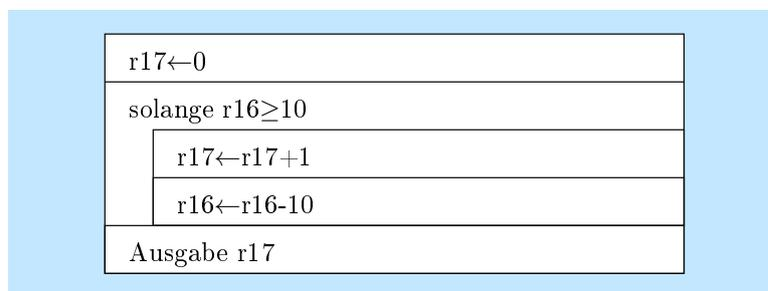

Abbildung 2: Division durch Subtraktion
1.9.4.2 Division beim AVR Leider hat der AVR keinen Divisionsbefehl (Multiplizieren kann er aber). Deshalb führt man die Division auf die Subtraktion zurück¹. Man zieht von 42 so oft die Zahl 10 ab, bis man eine Zahl kleiner als 10 erhält. Die Anzahl der Subtraktionen ist dann das Ergebnis. Abbildung 2 zeigt das zugehörige Struktogramm. Daraus kann man ein Flussdiagramm